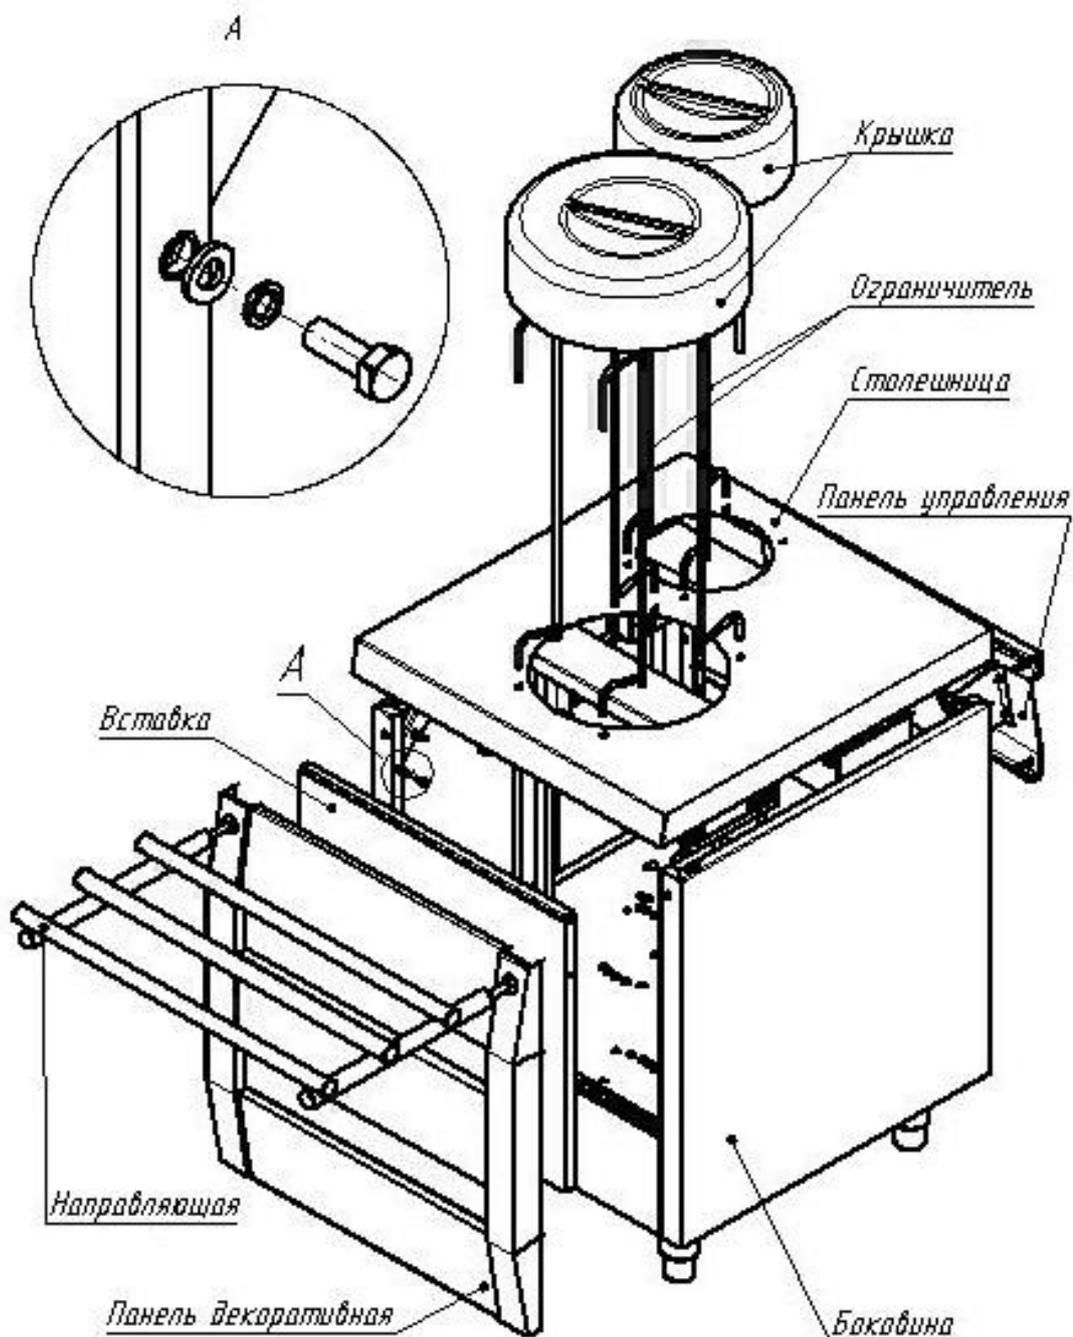
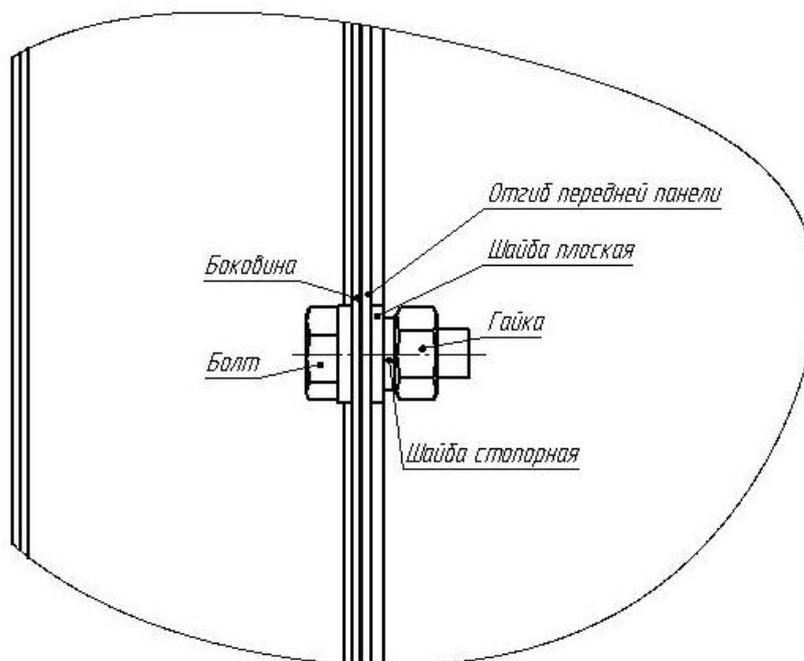

Рис. 2 Сборка диспенсера-подогревателя
Рис. 4 Крепление панели декоративной через нижние отверстия
При доукомплектовании изделия панелью декоративной, и направляющей для подносов, необходимо произвести его сборку (Рис. 2)
- вывернуть два болта М6 (один из них показан на виде А Рис. 2)
- закрепите панель на каркасе с помощью комплекта крепежа (ввернуть два болта М6 (один из них показан на виде А Рис. 2) и двумя болтами и гайками М6 прикрепить к боковине через нижние отверстия (Рис. 4)).